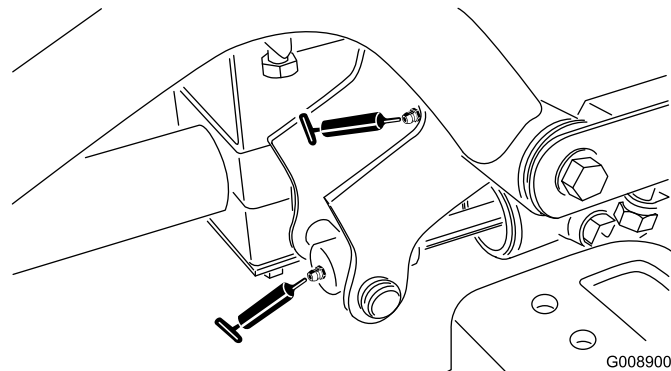

Рисунок 56
- Цилиндр поворота и подъема правого переднего подъемного рычага (2) (Рисунок 56)